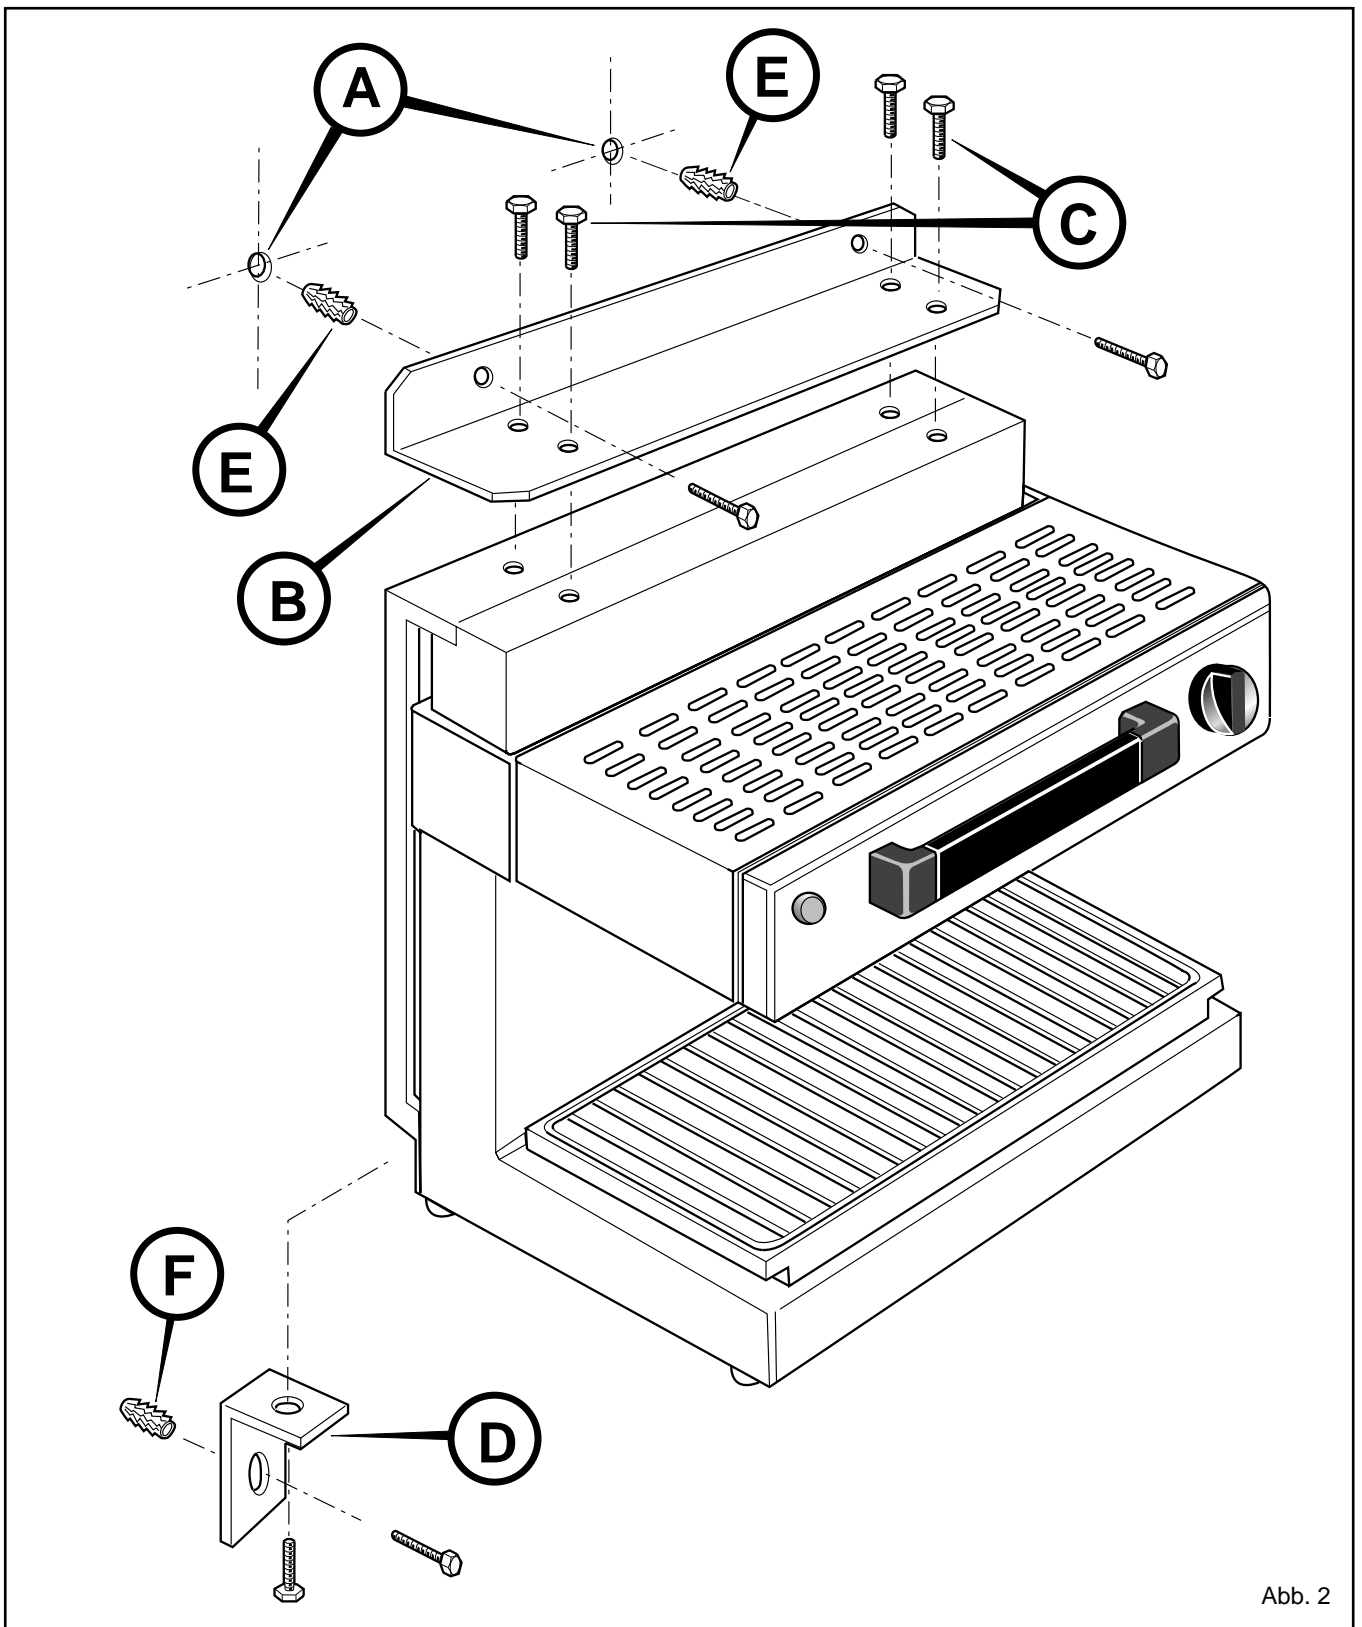

Abb. 2
2.4 WANDANBRINGUNG (Abb. 2)
- Mit Hilfe einer Wasserwaage und dem Bügel **B** als Schablone die Bohrlöcher markieren und die Löcher **A** (Abb. 2) in die Wand bohren.